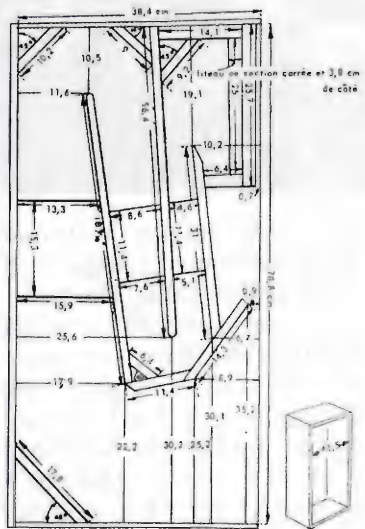

Fig. 2. — Coupe en élévation de l'enceinte acoustique Acousta. Toutes les dimensions sont mesurées intérieurement en cm.
Les figures 2 (plan côté en élévation) et 3 (coupe perspective, montrant la disposition des éléments) donnent presque tous les renseignements utiles.
Fig. 4. — Le haut-parleur PM6 de Lowther vu par l'avant. On remarquera les dimensions inhabituelles de la plaque carrée sur laquelle est fixée la suspension externe — en polyéthylène — du diaphragme (cette plaque d'aluminium moussée est garnie de feutre à l'avant pour assurer un joint hermétique avec le panneau A (21) de la figure 2), ainsi que le double cône et l'écran ogival interne fixé au noyau.